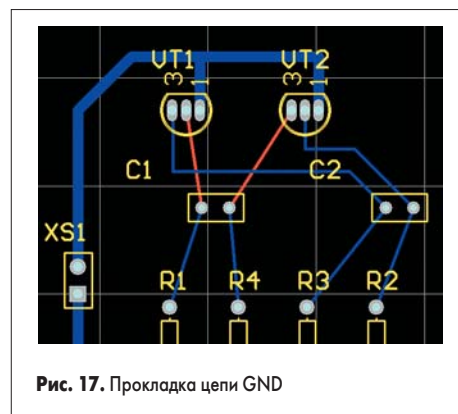

Рис. 17. Прокладка цепи GND
6. Последовательно щелкая левой кнопкой мыши и переключая режим рисования, нарисуем проводник, как показано на рис. 17.